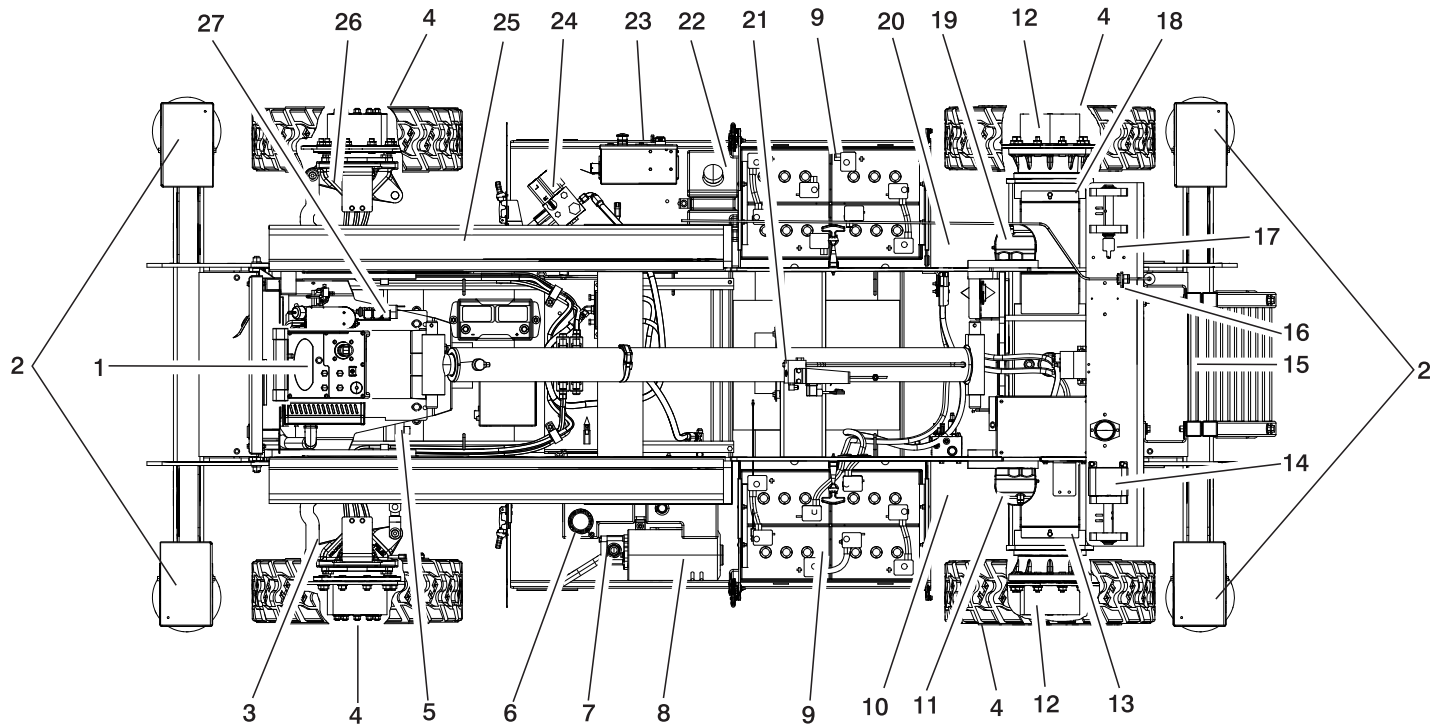

图 2-1. 巡视检查 (第 1 页, 共 3 页)
5. **巡视检查** - 参看图 2-1., 巡视检查（第 1 页，共 3 页）。